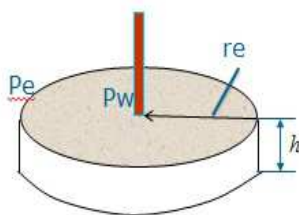

图 1
- 1、如图 1 所示。已知储层厚度为  $h$ , 边界压力为  $p_e$ , 边界半径为  $r_e$ , 渗透率为定值  $K$ , 储层流体动力粘度为  $\mu$ , 若在储层中心打一口生产井, 井筒半径为  $r_w$ , 井底压力为  $p_w$ , 推导出该井的流量公式  $q$ 。(10 分)